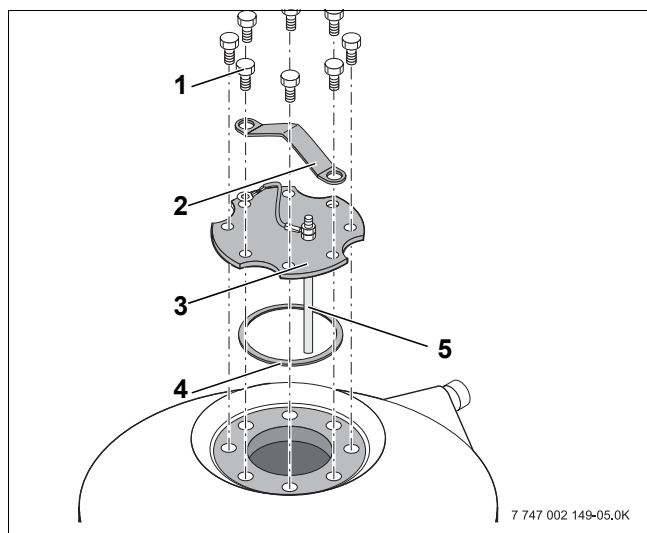

Рис. 17 Установка крышки смотрового люка
- Мы рекомендуем после чистки установить новое уплотнение крышки люка (рис. 17, **поз. 4**), чтобы избежать появления неплотностей в баке.
- Установить на прежнее место крышку верхнего смотрового люка (рис. 17, **поз. 3**) вместе с уплотнением (рис. 17, **поз. 4**).
- Рукой закрутить болты (рис. 17, **поз. 1**) на крышке люка при этом смонтировать ручку для транспортировки (рис. 17, **поз. 2**).
- В заключение затянуть винты с шестигранной головкой (рис. 17, **поз. 1**) динамометрическим гаечным ключом с усилием 25-30 Нм.